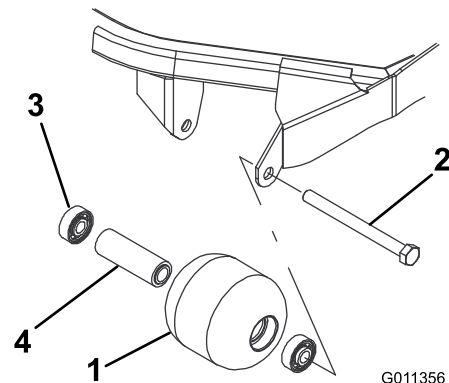

Bild 80
1. Entfernen Sie die Rollenbefestigungsschraube (Bild 80).
4. Prüfen Sie das Rollengehäuse, die Lager und das Distanzstück auf Beschädigungen (Bild 80).
1. Drücken Sie das erste Lager in das Rollengehäuse (**Bild 80**). Drücken Sie dabei nur auf den äußeren Ring oder gleichmäßig auf die inneren und äußeren Ringe.
2. Setzen Sie ein Distanzstück ein (**Bild 80**).
3. Drücken Sie das zweite Lager in das Rollengehäuse (**Bild 80**). Pressen Sie dabei gleichmäßig auf den inneren und den äußeren Käfig, bis der innere das Distanzstück berührt.